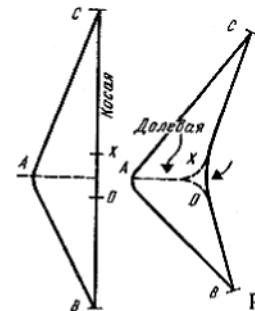

Рис. 529
Переведите чертеж половины ластовицы (ластовица разделена пополам по линии, указывающей косое направление нитей; рис. 529, слева).
лите ее контуры, как показано стрелкой на рис. 529, справа.
2. Имеется возможность уточнения ширины одежды во время примерки, если предусмотреть необходимые припуски на швы по линии *Косая* (см. рис. 529, линия *СХОВ*).
Перенесите на ластовицу линию нового бокового среза и продолжите ее кверху (верхняя стрелка). Дальнейшее преобразование ластовицы выполните, как показано на рис. 529.
В данной полуластовице угол у надсечки A более острый, чем в обычной (см. рис. 529). Это зависит от расположения линии проймы и степени поворота рукава.